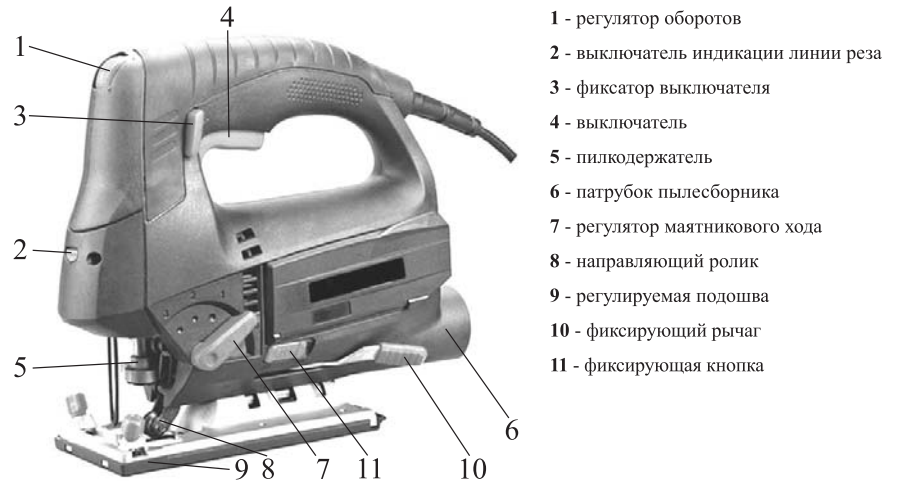

Рис. 1
Выберите рабочее полотно (пилку), в зависимости от типа обрабатываемого материала, отведите рычаг пилкодержателя **5** (рис.1) вперёд до упора. Вставьте рабочее полотно в пилкодержатель **5** (рис.1), убедитесь, что зубья пилки направлены вперёд, а задняя часть
пилки располагается в направляющем ролике **8** (рис.1), отпустите рычаг пилкодержателя **4** (рис.1).
7.2 Кратковременное включение лобзика осуществляется нажатием на выключатель **4** (рис.1).